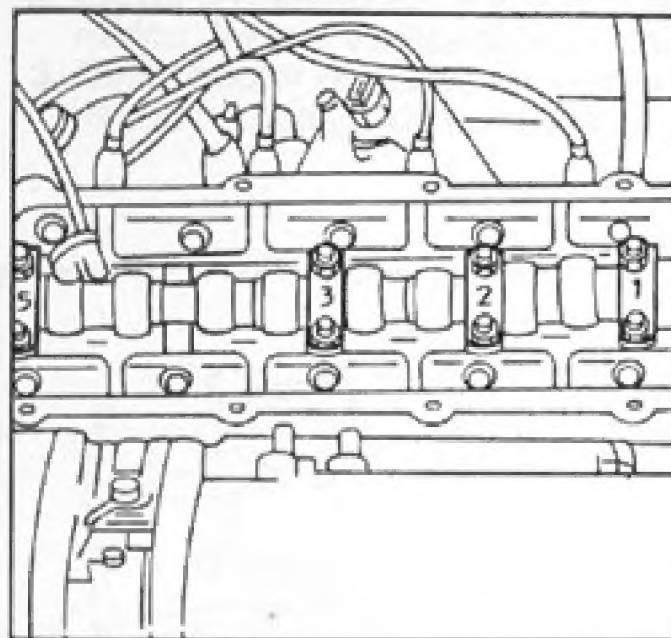

Fig.66 - Identificação dos mancais
- . Remover as capas dos mancais 1 e 3 (fig.66).